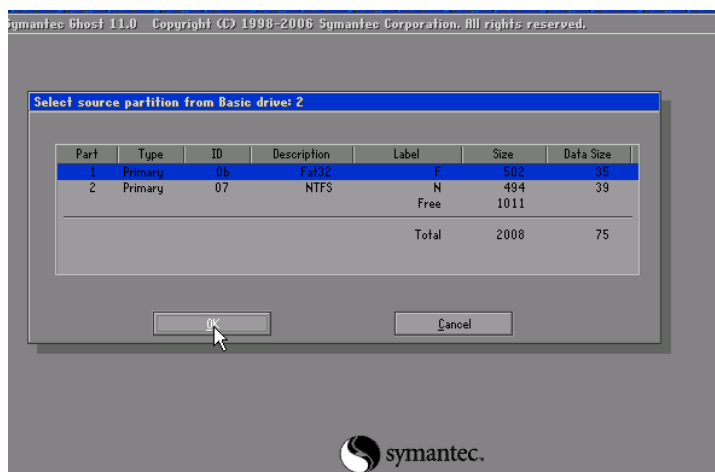

图 5-121 选择第一分区
(2) 然后选择第一个硬盘的第一个分区，如图 5-121 所示。